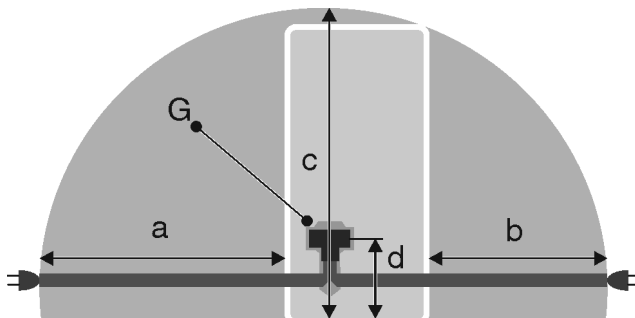

Fig. 55 Chłodziarko-zamrażarki / Zamrażarki / Chłodziarki BioFresh*
- Gniazdko nie jest umieszczone za urządzeniem, tylko w obszarach a lub b Fig. 55 (a, b, c).
- ▶ Wtyczkę urządzenia Fig. 55 (G) podłączyć z tyłu urządzenia. Zwrócić uwagę na prawidłowe zazębienie.